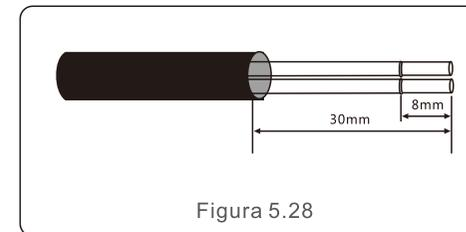

Figura 5.28
- Utilice un pelacables para pelar la capa de aislamiento de los cables de comunicación hasta una determinada longitud, como se muestra en la Figura 5.28.